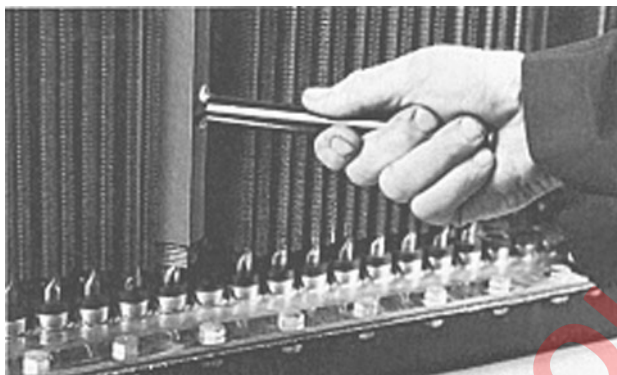

FIGURA 3-6. HERRAMIENTA SEPARADORA (XA2307)
1. Comience por la fila superior de tubos. Utilice la herramienta separadora (XA2307) para aflojar el tubo a desmontar. Cuando utilice la herramienta separadora, colóquela en la parte superior o inferior del tubo. Nunca la coloque en la mitad del tubo, ya que podría dañarlo. Utilice la herramienta separadora para mover ligeramente el tubo hacia delante y atrás en los sellos para aflojarlos. Consulte la Figura 3-6.